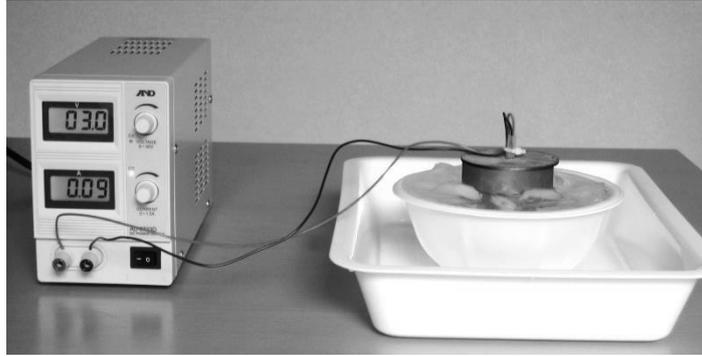

図2-4 電源装置への接続
4. 一度電源をオフにし、発熱体に接続されているリード線を図2-4に示したように電源装置につなぐ。発熱体に極性は無い。